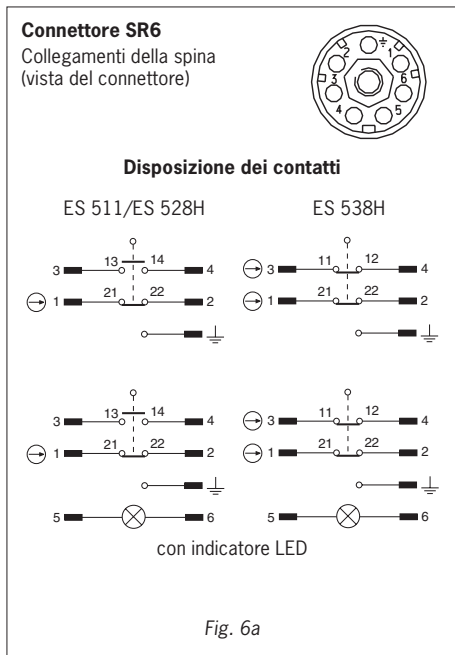

Fig. 6a
- ▶ Collegamenti vedi fig. 6a.